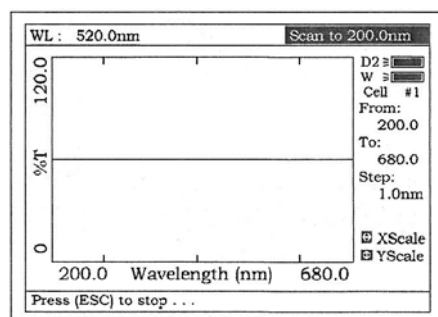

Fig 44
3. Empuje la celda del blanco hasta el paso de luz, presione [**0Abs/100%T**] para Barrer la línea base (Fig 44). Presione la tecla [**ESC/STOP**] para detener el barrido.